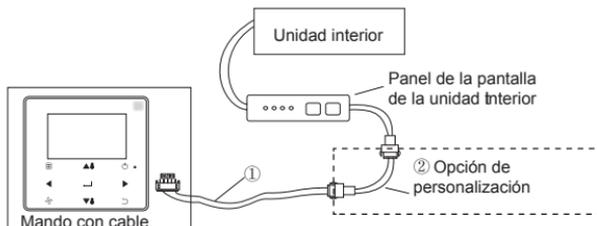

Fig. 12
2-5-6 En unidades interiores que no son de 2.^a generación, el mando con cable debe estar interconectado con el terminal de 5 hilos del panel de la pantalla de la unidad interior a través del puerto CN2. Consulte la Fig. 12. El siguiente conjunto de cables de conexión ① configurado para el accesorio del mando con cable.